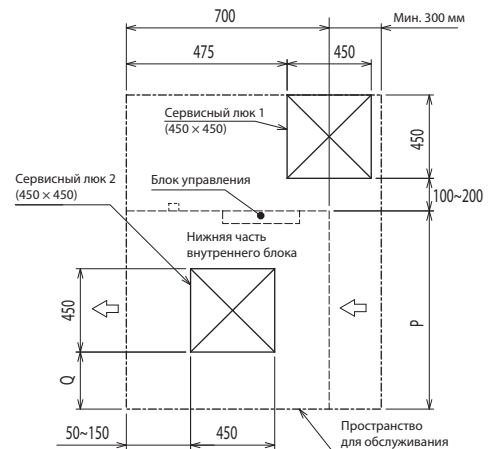

Рис. 2 (Вид по направлению стрелки А)
- Установите сервисные люки 1 и 2 (450 × 450 мм каждый), как показано на Рис. 2. (Сервисный люк 2 не требуется, если между внутренним блоком и потолком есть достаточное пространство для работы специалиста по обслуживанию.)